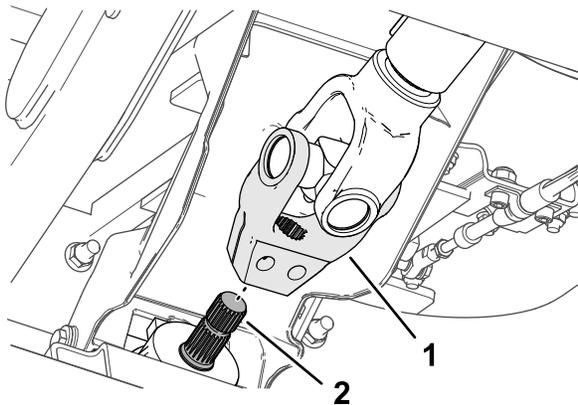

**Рисунок 15**
1. Удерживая ведущий вал, отверните колпачковый винт и контргайку, которые крепят вилку ведущего вала к монтажному кронштейну клапана рулевого управления (Рисунок 15), и осторожно опустите ведущий вал.